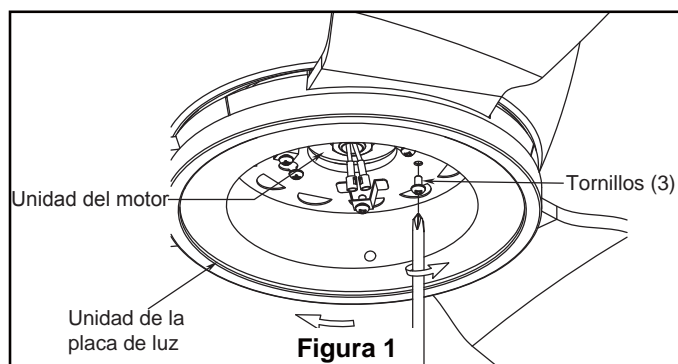

Figura 1
1. Extraiga uno de los tres tornillos del soporte ubicado en la parte inferior de la unidad del motor. Afloje levemente los otros dos tornillos. Instale la unidad de la placa de luz en el soporte utilizando las dos ranuras principales de la placa de conexión. Vuelva a colocar el tercer tornillo y asegure los tres tornillos. (Figura 1)